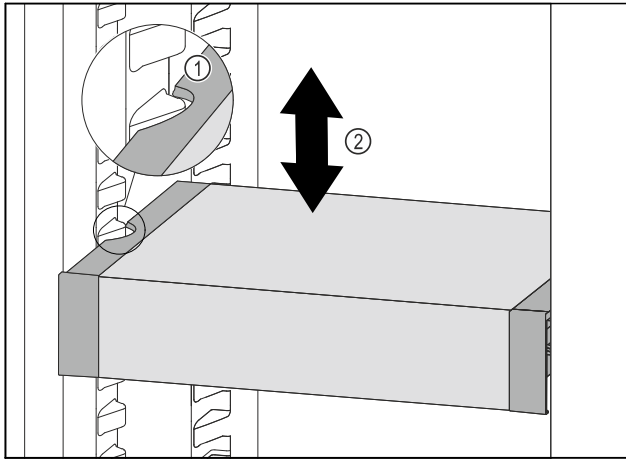

Fig. 41
- ▶ VarioSafe naar voren trekken tot de uitsparingen aan de zijkant van de VarioSafe zich ter hoogte van de rib in het koelgedeelte bevinden. Fig. 41 (1)
- ▶ VarioSafe in het koelgedeelte omhoog of omlaag bewegen tot de gewenste hoogte is bereikt. Fig. 41 (2)